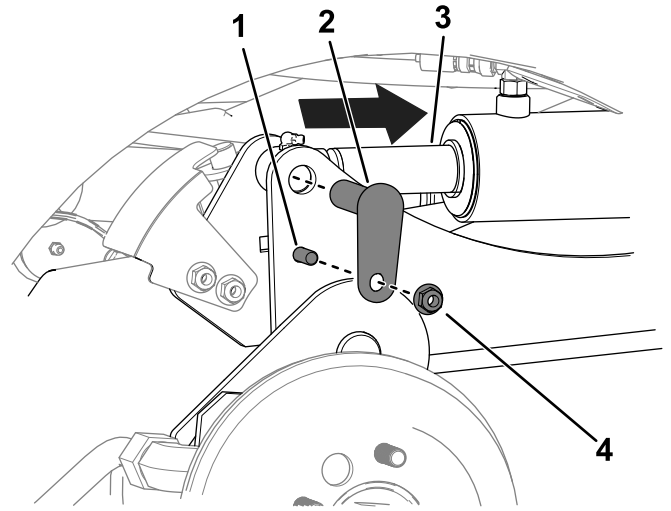

图 11
C. 使用冲头将油缸杆孔与提升臂孔对齐 图 11。
D. 用 2 个螺栓 $\frac{3}{8} \times 1\frac{1}{4}$ 英寸、2 个螺母 $\frac{3}{8}$ 英寸和 2 个小销钉将提升臂固定到油缸上 图 11。